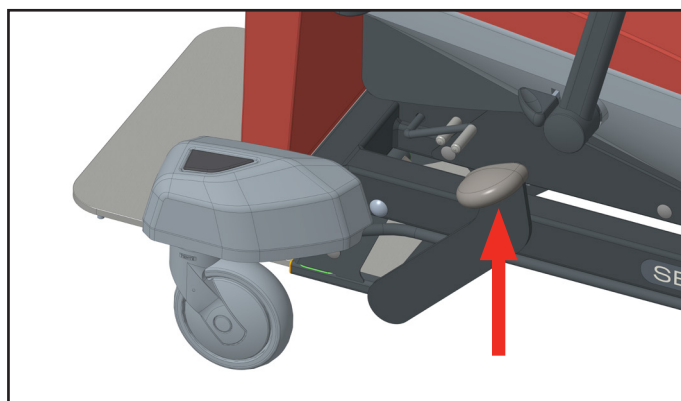

Fig. 14 Abaixamento
- ▶ Levante o pedal (veja Fig. 14) e aguarde até que a plataforma de suporte do colchão da cadeira desça até a posição de transporte